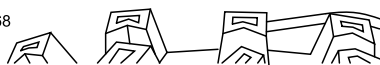

Figure 30
- Lorsque le levier de commande de déplacement est désengagé, vérifiez la goupille située dans la fente allongée à gauche de la machine, au-dessus du pneu (Figure 30).
Remarque: L'avant de la fente et le bord avant de la goupille doivent être distants de 6 mm (Figure 30).